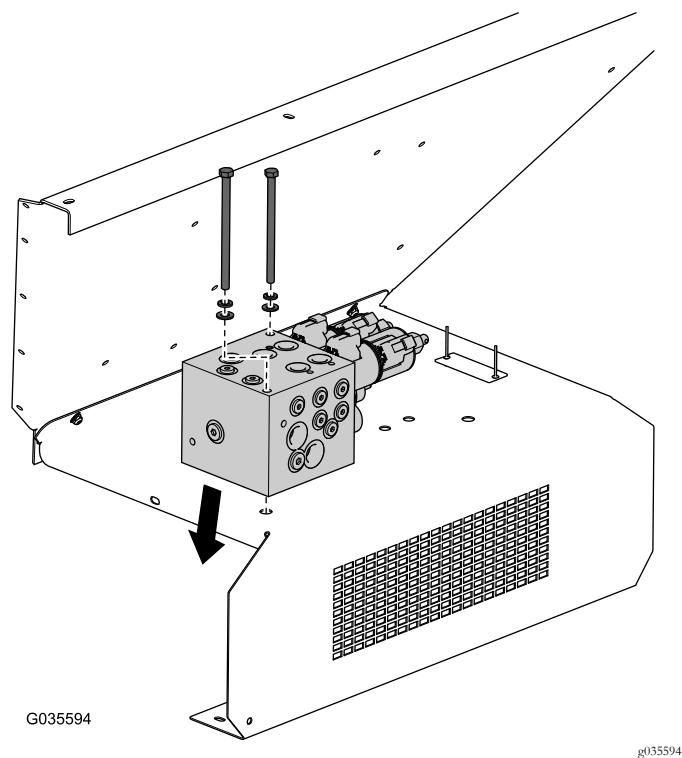

图11
10. 将歧管放到新冲洗防护装置上并用之前卸下的螺栓和垫圈固定图11。